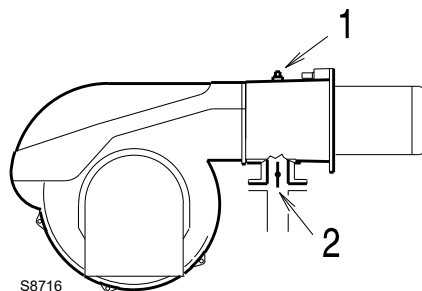

Abb. 23
Gasdruck, an der Entnahmestelle 1)(Abb. 23) gemessen mit:
Strömungsverlust Gasdrossel 2)(Abb. 23) bei maximaler Öffnung: 90°.
- Ziehen Sie vom Gasdruck am Anschluss 1)(Abb. 23) den in der Brennkammer vorhandenen Druck ab.
Gasdruck an der Entnahmestelle 1)(Abb. 23) = 17,0 mbar
Um hingegen den an der Entnahmestelle 1)(Abb. 23) erforderlichen Gasdruck zu ermitteln, nachdem die maximale Modulationsleistung festgelegt wurde, bei der der Brenner arbeiten soll:
- rechts, in Spalte 1, den Druck an der Entnahmestelle 1)(Abb. 23) ablesen.
An der Entnahmestelle 1)(Abb. 23) erforderlicher Druck.